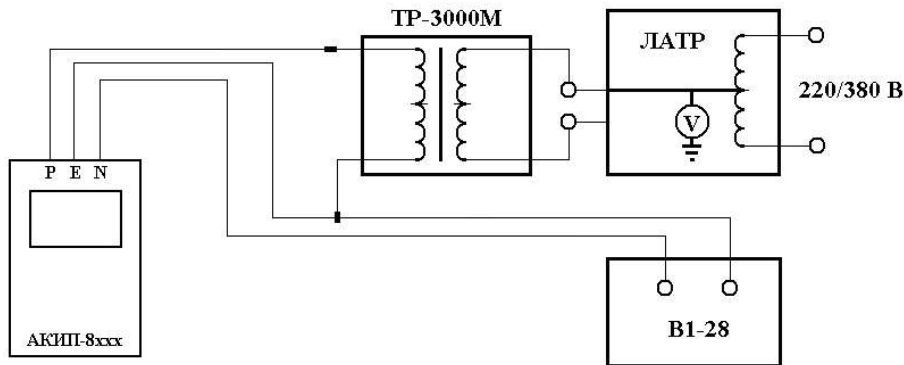

Рисунок 8 – Схема соединения приборов при определении диапазона и основной абсолютной погрешности измерения тока срабатывания устройств защитного отключения
- собрать схему согласно рис. 8;